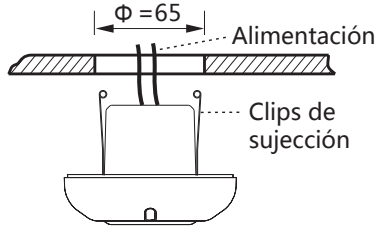

FIG.14
- Cierre los clips de muelle del detector y colóquelo en el orificio realizado en el techo. (Ver FIG.14).